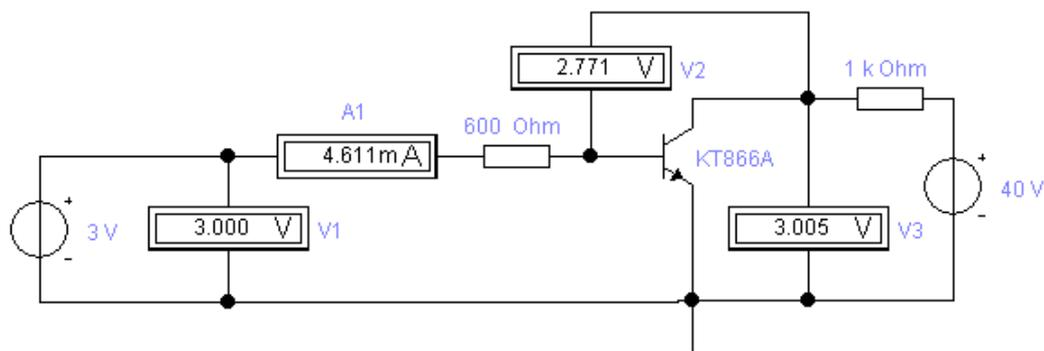

Рисунок 13.5 – Схема измерений передаточной характеристики ключа
13.5.2 Открыть файл Кл1.ewb со схемой, показанной на рис. 13.5.